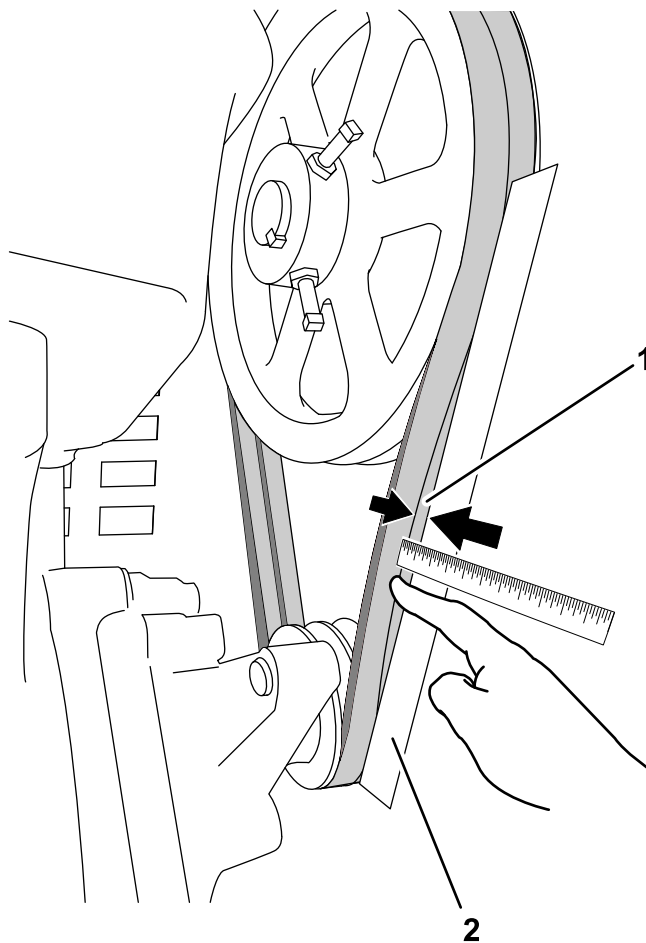

Figura 54
Las correas de transmisión deben tener una desviación de 1 cm (13/32 pulgada) al aplicar una presión de 6.8 kg (15 libras) en el punto intermedio del tramo (Figura 54).
2. Coloque una regla sobre las correas, desde una polea a la otra (Figura 54).
3. Presione la correa con el dedo con una fuerza de 6.8 kg (15 libras) en el punto intermedio entre las poleas (Figura 54).
4. Mida la distancia desde la correa a la regla. La distancia debe ser de aproximadamente 1 cm (13/32 pulgada); consulte Figura 54.